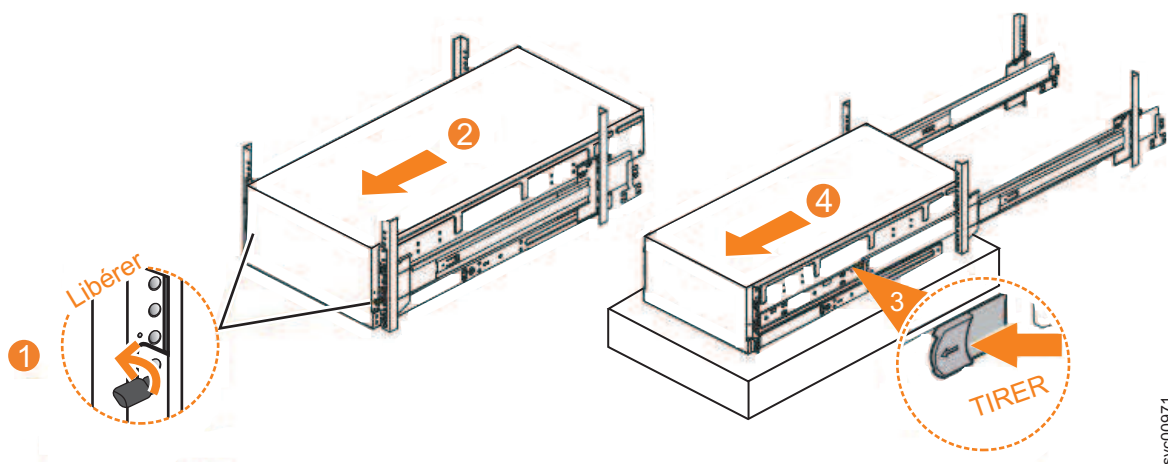

Figure 96. Retrait du boîtier 2145-92F de l'armoire
1. Desserrez les vis moletées de verrouillage (**1**) à l'avant du boîtier, comme indiqué dans la figure 96.
2. Faites glisser avec précaution le boîtier vers l'avant hors de l'armoire (**2**), comme indiqué dans la figure 96.
3. Localisez les pattes de déverrouillage bleues gauche et droite à proximité de l'avant du boîtier. Tirez les deux pattes de déverrouillage vers l'avant pour déverrouiller le mécanisme du tiroir (**3** dans la figure 96).
4. Faites glisser le boîtier et le membre de glissière interne hors de l'armoire (**4** dans la figure 96).